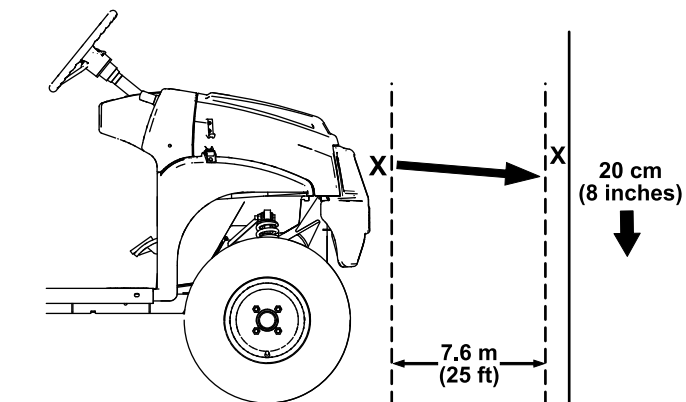

Figura 49
1. Parcați mașina pe o suprafață plană, cu farurile la aproximativ 7,6 m de un perete (Figura 49).
Partea cea mai luminoasă a fasciculului farului trebuie să fie la 20 cm sub semnul marcat pe perete. (Figura 49).